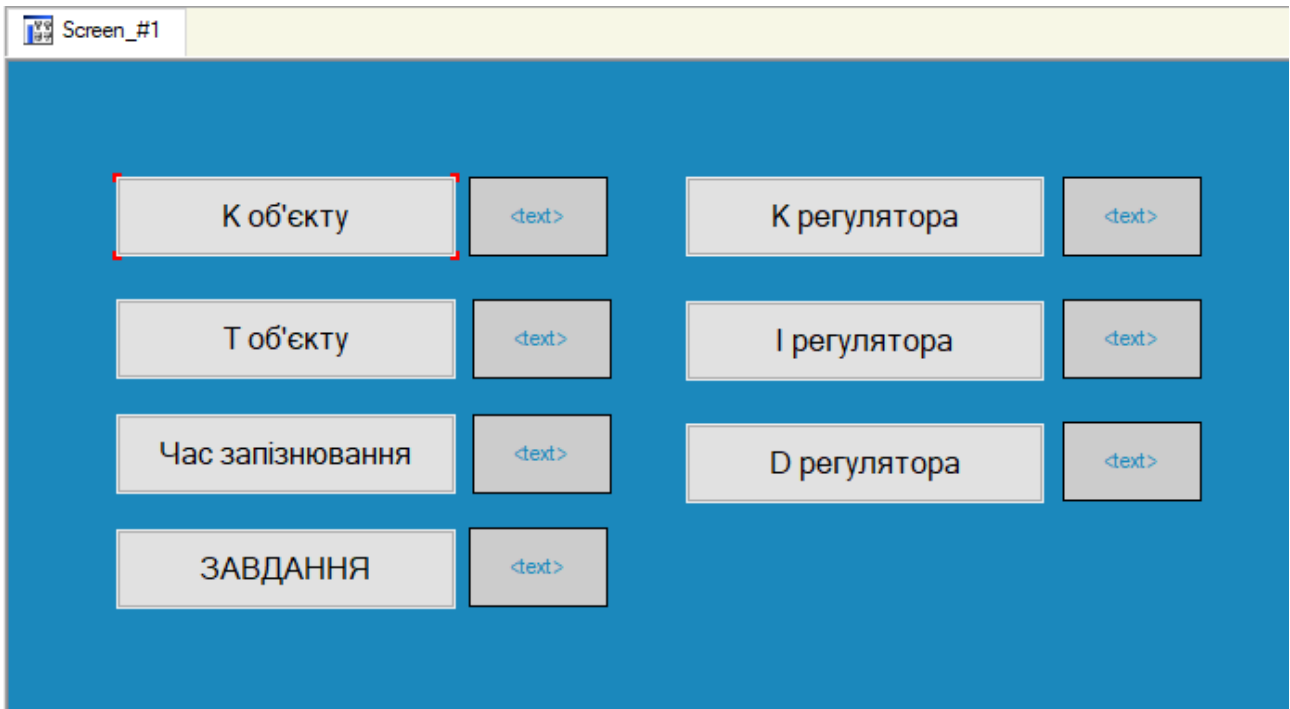

Рисунок 8 – Розташування GE Текст на екрані
1.4 Розмістити на екрані праворуч існуючих елементів **Кнопка** сім ГЕ **Text** (Текст) для відображення введених значень параметрів САР та сигналу завдання, як показано на рис. 8.